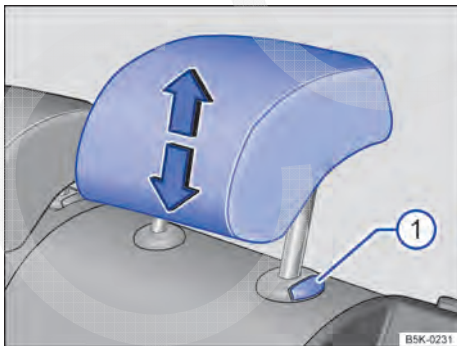

Fig. 54 Remover o apoio para cabeça traseiro.
- Pressionar o botão ⇒ **Fig. 54** ① enquanto outra pessoa retira totalmente o apoio para cabeça.